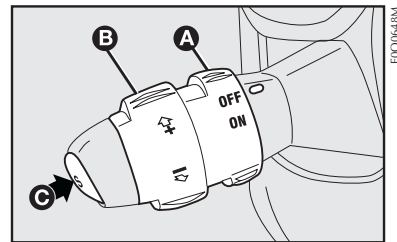

fig. 64
### COMANDOS - fig. 64
O piloto automático é comandado pela alavanca **A-fig. 64**.
- girar o anel **A-fig. 64** em **ON** e pisando no pedal do acelerador, levar o veículo à velocidade desejada;
- pressione o botão **C-fig. 64**.
- girando de modo momentâneo o anel **B-fig. 64** em (+).
- mantendo girado o anel **B-fig. 64** em (-) até o alcance da nova velocidade que permanecerá automaticamente memorizada.
Girar o anel **A-fig. 64** em **OFF** ou a chave de ignição na posição **STOP**.